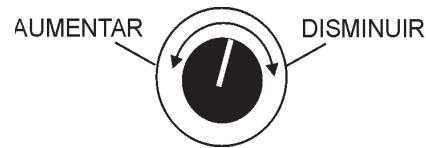

Figura 22. Perilla reguladora de voltaje
- Gire la perilla de voltaje (Figura 22) según las manecillas del reloj para aumentar la salida de voltaje, gire al contrario de las manecillas del reloj para disminuir la salida de voltaje. Use el regulador de voltaje ajuste la perilla siempre que un ligero ajuste de la salida de voltaje es requerida.